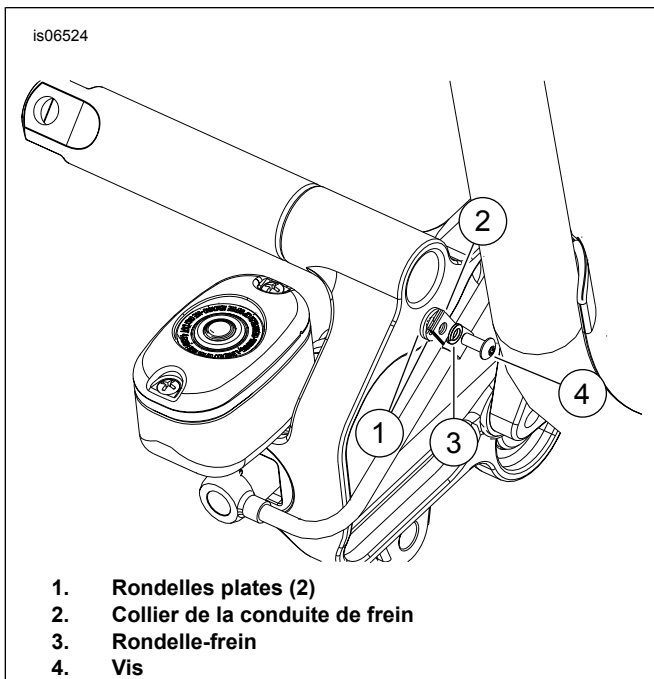

Figure 2. Visserie de fixation de la conduite de frein
2. Voir Figure 2. Poser le collier (2) autour de la conduite de frein avec deux rondelles plates (1) derrière le collier. Utiliser la vis (4) avec la rondelle-frein (3) et serrer la fixation à un couple de 3,4 N·m (30 in-lbs)